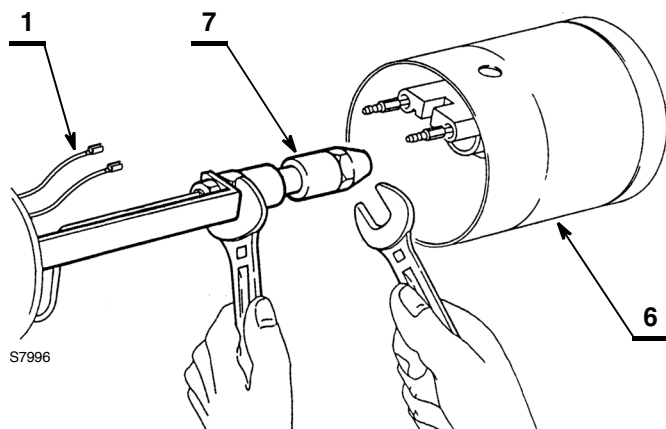

Abb. 27
- Die Düse 7) (Abb. 27) auswechseln während der Düsenstock mit einem Schlüssel festgehalten wird.